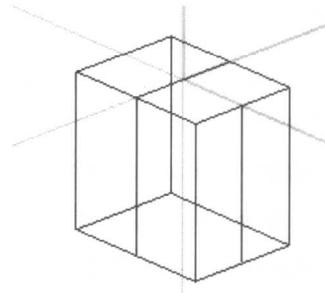

图 1-3-2
- ① 打开本书所附光盘中“Sample\CH01\范例 1.MCX”图形文件**
- 读取的图文件显示如图 1-3-2 所示，系统原点在立方体的顶部中心。